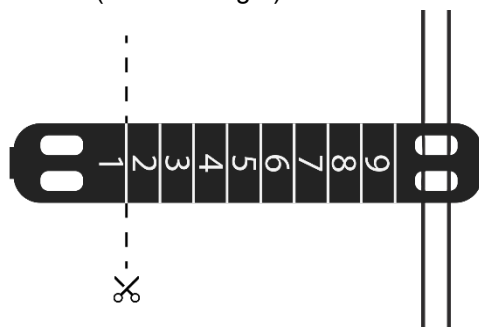

Abbildung 3 Kunststoff-Abschneideschild
Das wiederverwendbare Glasfaserprodukt ist für neun (9) Aufbereitungszyklen ausgelegt und geprüft. Jede wiederverwendbare Glasfasersonde ist mit einem Kunststoff-Abschneideschild ausgestattet (s. Abbildung 1, Komponente 3), um die Gesamtzahl der durchgeführten Aufbereitungszyklen zu erfassen. In jedem Aufbereitungszyklus muss die äußerste Linie des Schilds von eins bis neun abgeschnitten werden, um die Anzahl der Aufbereitungszyklen zu dokumentieren (s. Abbildung 3).
Wenn die Funktionsprüfung erfolgreich abgeschlossen ist, muss die äußere Linie auf dem Kunststoff-Abschneideschild von eins bis neun abgeschnitten werden, um die Anzahl der Wiederaufbereitungszyklen zu dokumentieren (siehe Fig. 3).